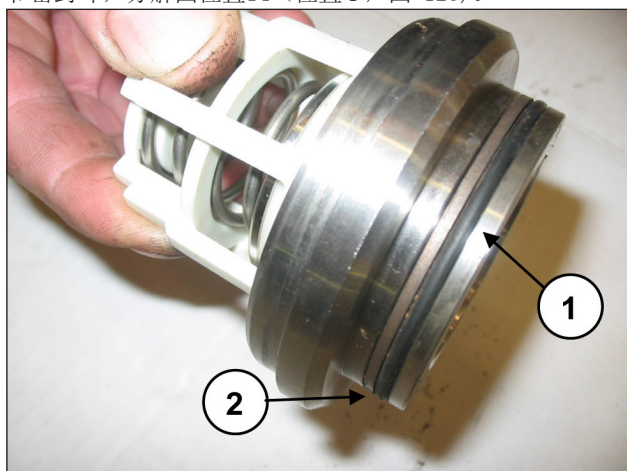

图 123
在排出阀座上安装O形环，分解图位置6（位置①，图 123）和密封环，分解图位置14（位置②，图 123）。